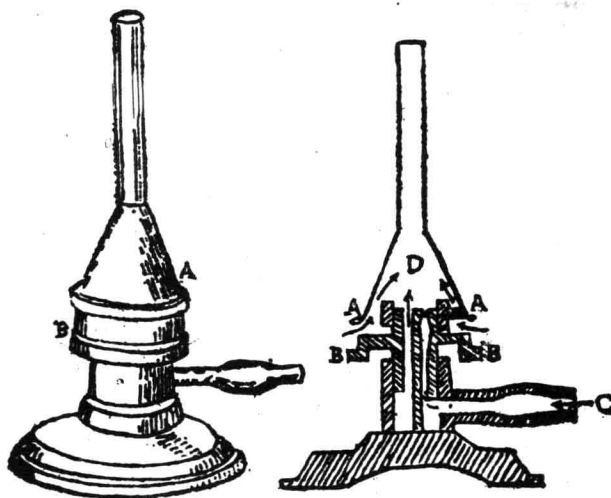

图 1—2 煤气灯
(1)煤气灯的使用方法 实验室中常用的煤气灯的构造如图 1—2 所示。这种煤气灯不仅能调节空气的输入,并能同时调节煤气的流入量。转动 A 能调节空气的输入,煤气由 C 进入 D 中,旋转 B 就可调节煤气的流入量。